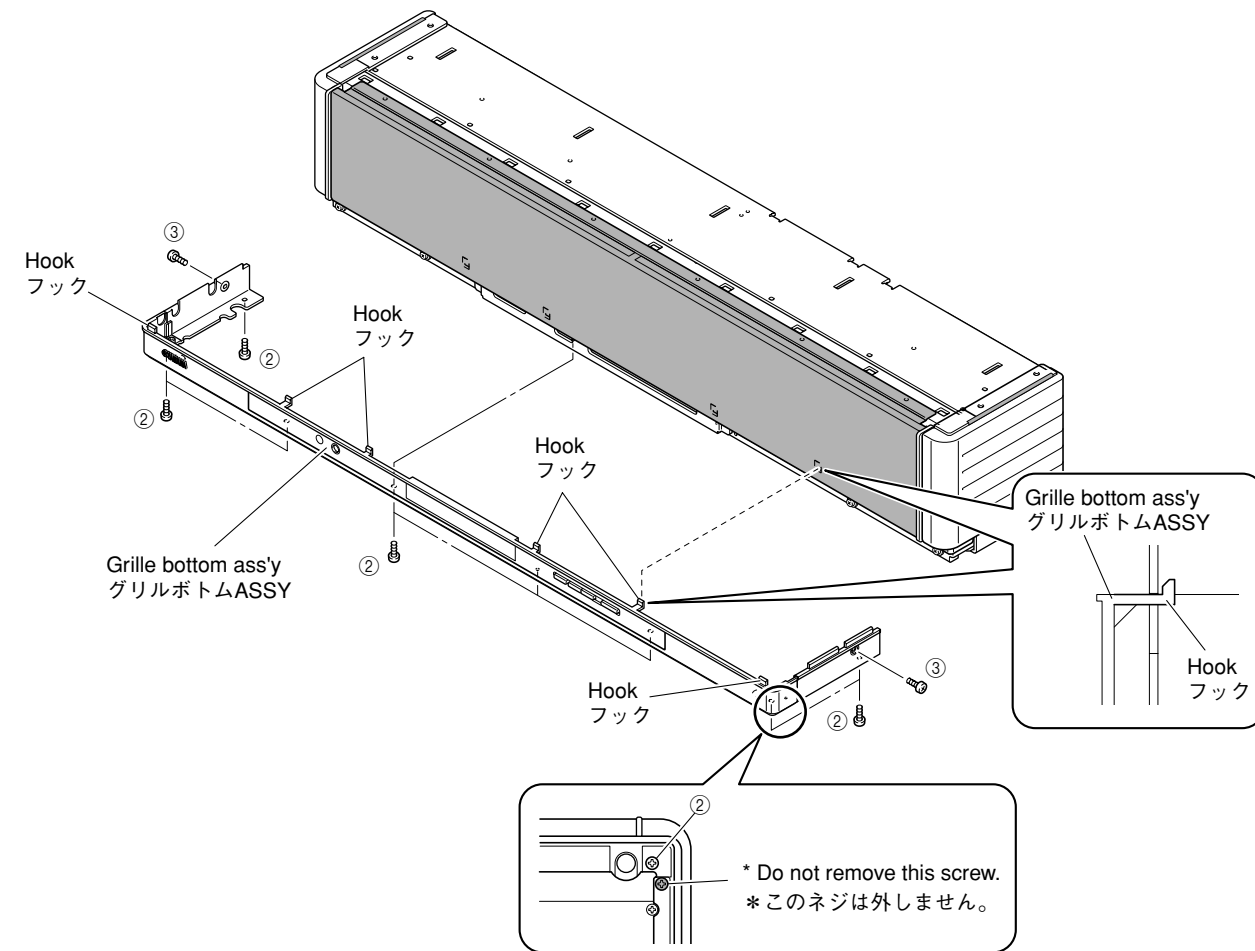

Fig. 2
- a. Remove 8 screws (②) and 2 screws (③). (Fig. 2)
- b. Lift up the rear of the grille bottom ass'y a little and after removing 6 hooks, remove it rearward. (Fig. 2)
- \* To install the grille bottom ass'y, be sure to install 6 hooks at the front first and then install screws. (Fig. 2)
- a. ②のネジ8本、③のネジ2本を外します。(Fig. 2)
- b. グリルボトムASSYの後ろを少し持ち上げ、フック6ヶ所を外し、後方へ取り外します。(Fig. 2)
- \* グリルボトムASSYを取り付ける場合は、必ず前方のフック6ヶ所から取り付け、次にネジを取り付けてください。(Fig. 2)